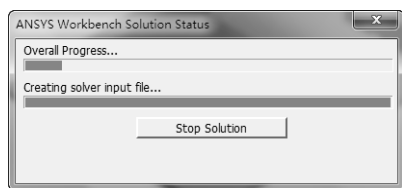

图 6-86 求解进度条
1) 单击工具栏上的【Solve】按钮  Solve ▾，启动求解，系统弹出进度条，表示正在求解。求解完成后进度条自动消失，如图 6-86 所示。